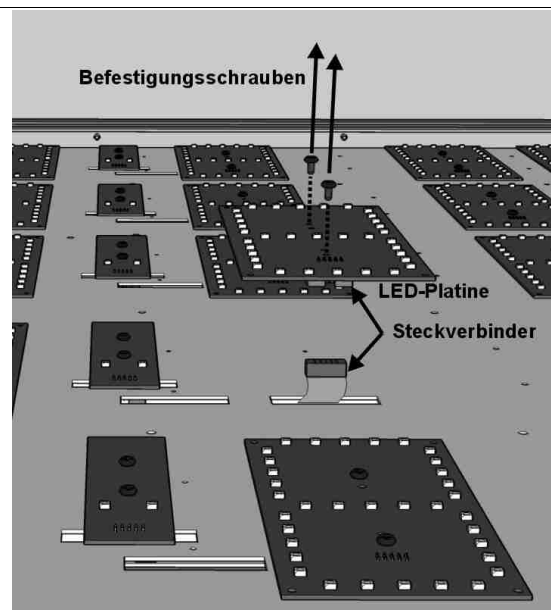

Abb. 17: Ersetzen einer LED-Platine
2. Mit dem Kreuzschraubenzieher die Befestigungsschrauben der zu ersetzenden Platine abschrauben (Abb. 17); die Platine etwas von ihrer Aufnahme entfernen, um den Steckverbinder des Flachanschlusskabels herausziehen zu können.